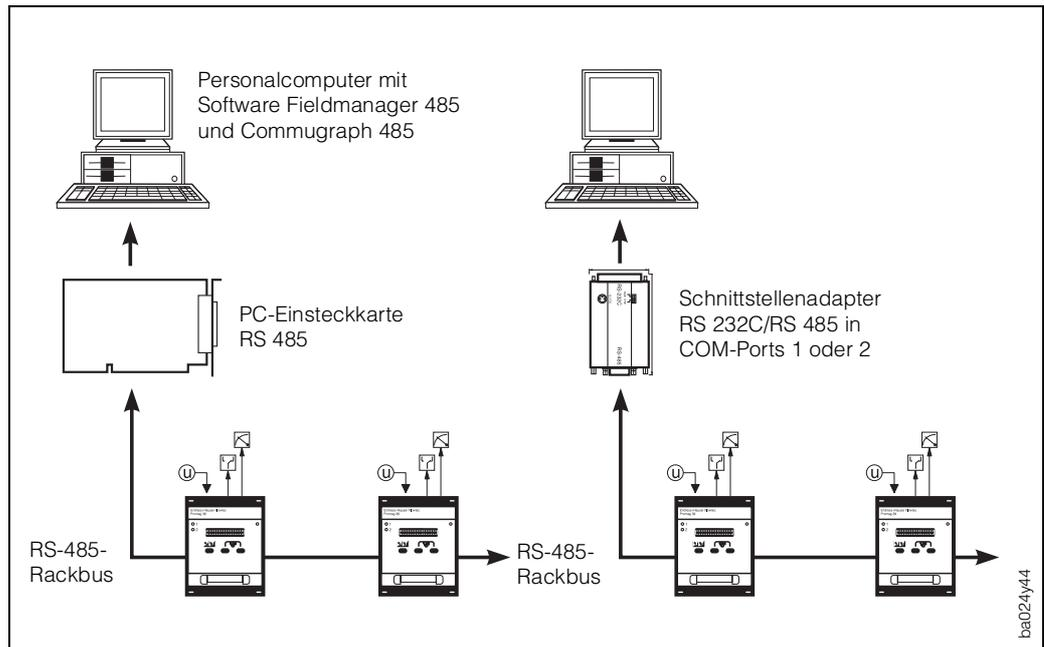

Abb. 40
**Rackbus-RS-485-Kommunikation** (s. Seite 72, Abb. 40)